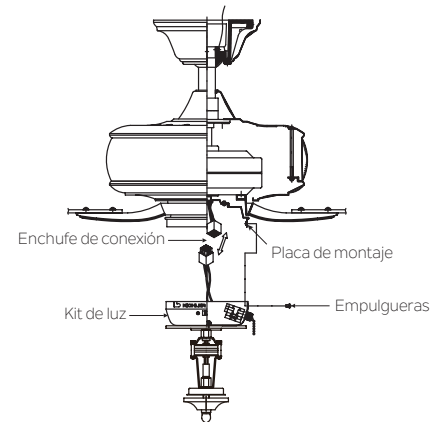

Fig. 17
**Paso 2.** Levante y sostenga el conjunto del kit de luz cerca de la placa de montaje. Presione los conectores de alambre cuadrado de nueve clavijas juntos. Uno del ventilador y otro del conjunto del kit de luces. (Fig. 17)
**Paso 3.** Meta las conexiones cuidadosamente en la carcasa del interruptor y conecte el conjunto del kit de luces al ventilador de techo. Coloque las ranuras para agujeros de llave en el borde superior de la carcasa del interruptor sobre las cabezas de los tornillos de montaje en la placa de montaje. Gire la carcasa del interruptor hasta que las cabezas de los tornillos estén en el extremo angosto de las ranuras para los orificios de la llave. (Fig.17) Apriete todos los tornillos.